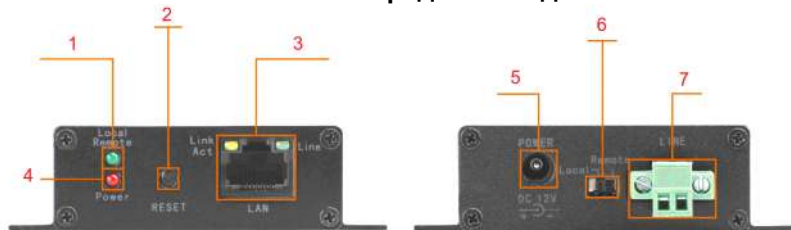

Рис. 2 Элементы устройств TA-IP и RA-IP
1. Установите положение переключателя (п.6 рис.2) в положение **Local** на локальном устройстве и в положение **Remote** – на удаленном.
2. Подключите оконечное IP-оборудование (IP-камеру, коммутатор, др.) к разъемам RJ45 (п.3 рис.2)
3. Соединительный кабель подключите к клеммным колодкам (п.7 рис.2).
Индикаторы питания (п.4 рис.2) и индикатор **Link Act** разъема RJ45 должны загореться.
6. Если данные передаются не корректно, перезагрузите устройства, нажав кнопку **Reset** (п.2 рис.2).